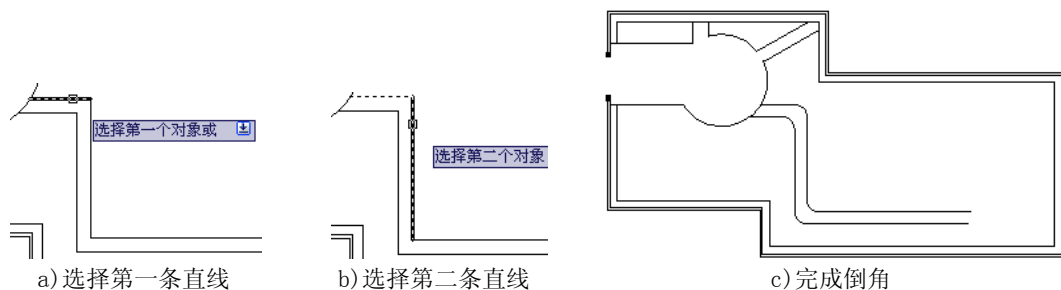

图 16.8
(6) 绘制弯道。执行【修改】/【圆角】命令(快捷命令是 FILLET), 设置半径为 800, 选择要倒角的两条直线, 结果如图 16.8。